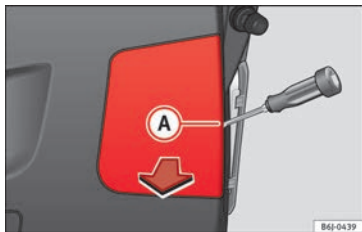

Fig. 113 Luces en el portón.
- Retire dicha tapa con ayuda de un destornillador de punta plana colocado en la ranura indicada **A** »» fig. 113.